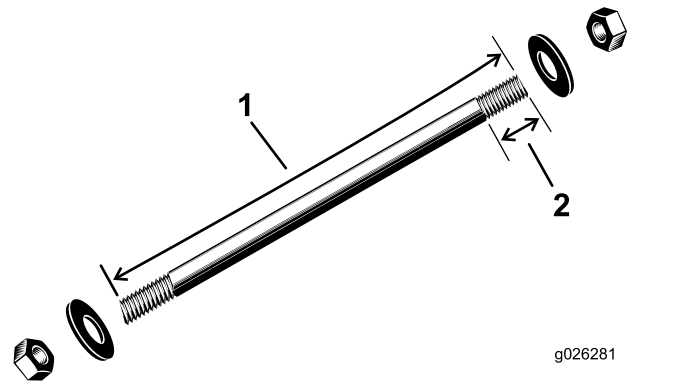
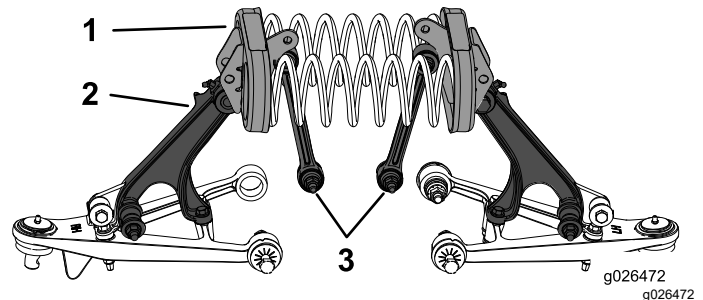

Bild 17
Bild 18
1. Stecken Sie die Druckfederstange mit einem in Bild 17 angegebenen Druckfederwerkzeug durch die Löcher in jeder Federwiege (Bild 18).